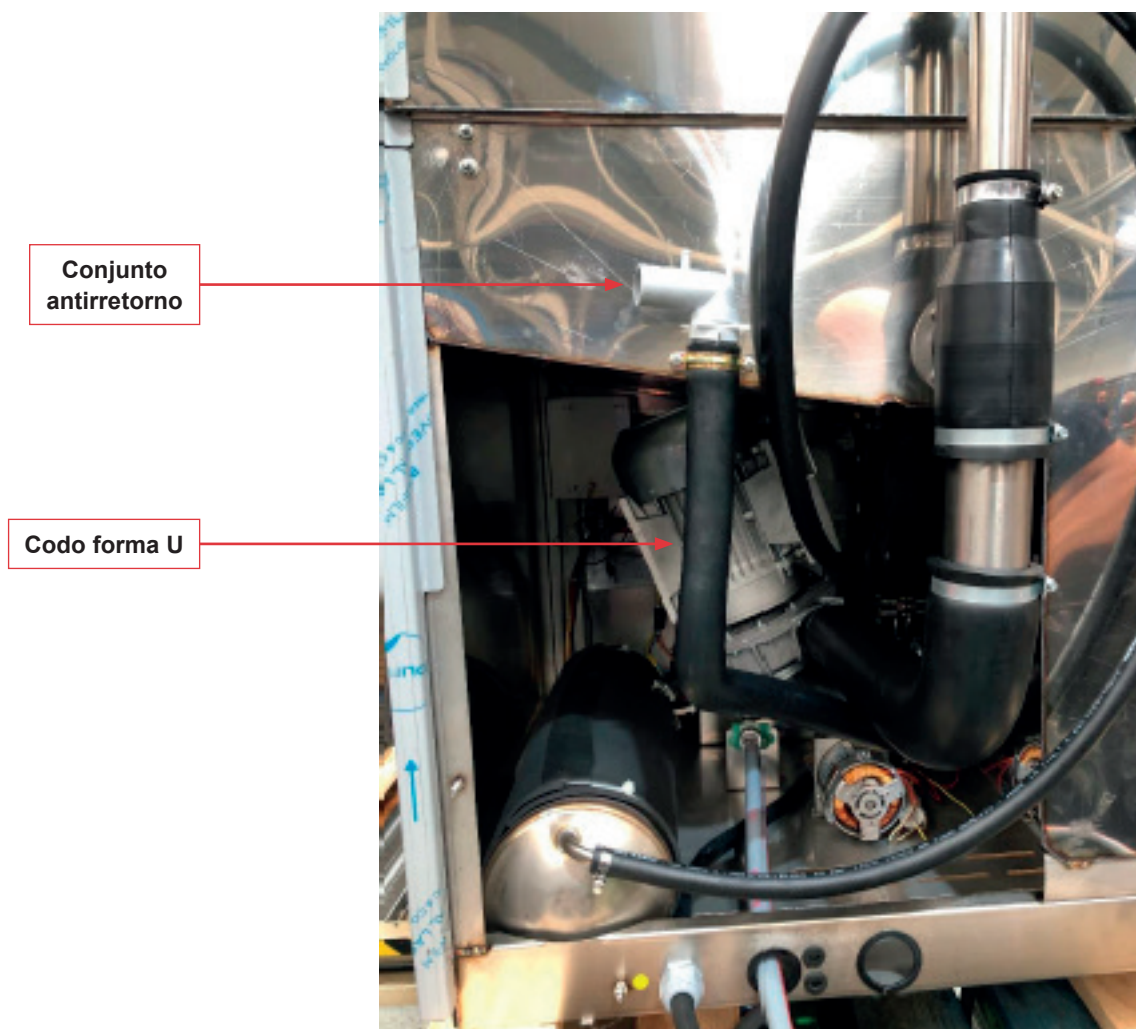

Figura 5: Conjunto antirretorno del desagüe.
- En uno de los extremos del CODO FORMA U atar el conjunto antirretorno (codo + membrana + amarre + enganche) mediante una abrazadera tipo 25-40L. **Ver figura 5.**
4. Pulsar el botón (Fig B-2): se visualiza el número de modelo. El modelo actual es 1. Para utilizar la bomba de vaciado hay que poner el número 5 (tal y como indica la tabla de la Figura 5). Para cambiar el número de modelo seguir el paso 5 y 6.